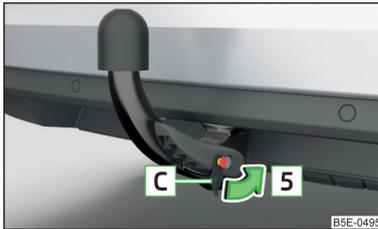

Abb. 172
- Die Kappe **C** auf das Schloss in Pfeilrichtung **5** stecken und eindrücken » Abb. 172.